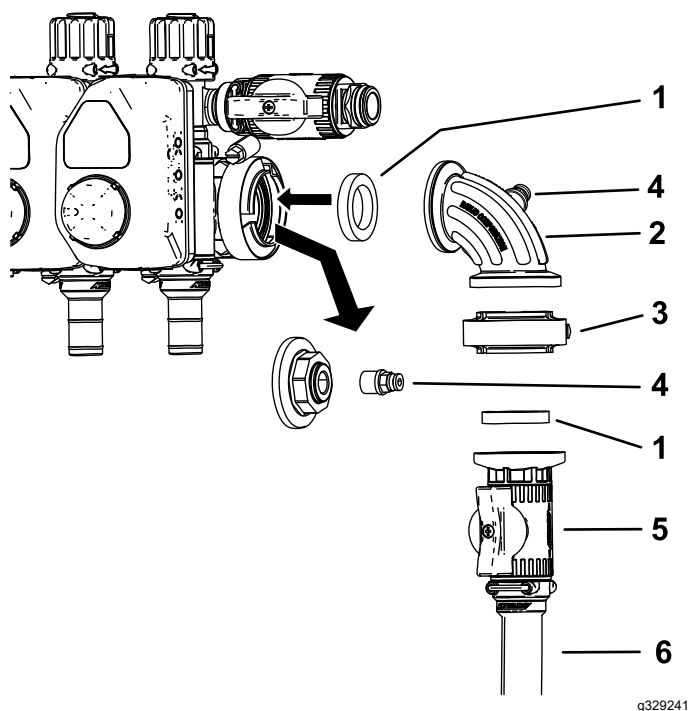

図 21
9. 水圧ゲージのポートから、キャップとカップラを取り外す図 21。
10. 図 21のように制御バルブアセンブリを取り付ける。
11. 90度フィッティングの空いているポートにカップラを取り付ける 図 21。